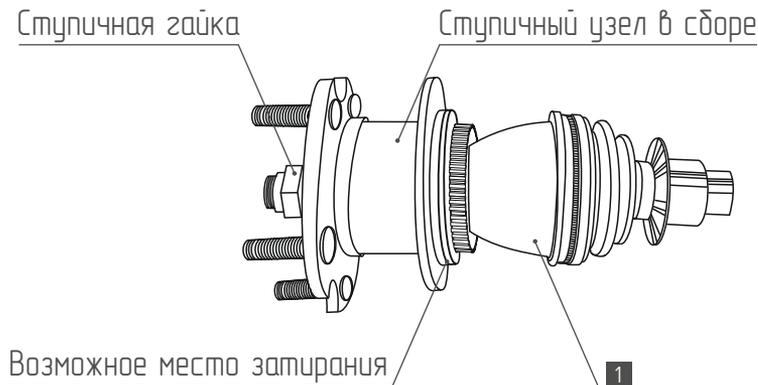

Рис. 4
2. Установите на привод [1] ступичный узел в сборе со ступичным подшипником и корпусом (Рис. 4). При затирации грязезащитного кожуха об корпус, доработайте кожух любым удобным способом (УШМ, дремель). Затяните ступичную гайку моментом, указанным в Руководстве.